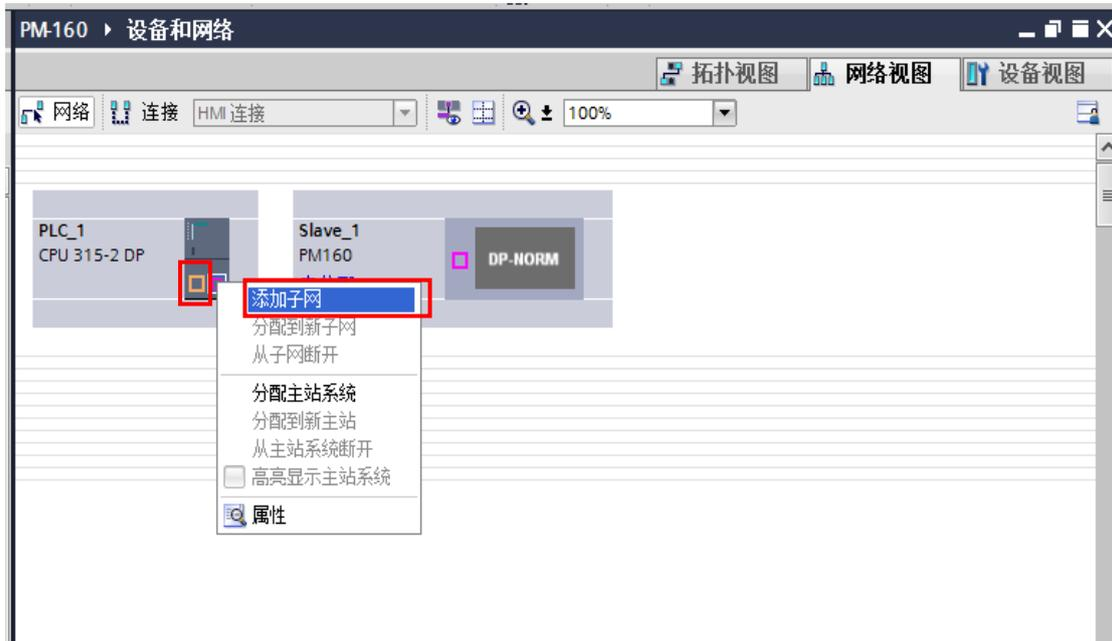
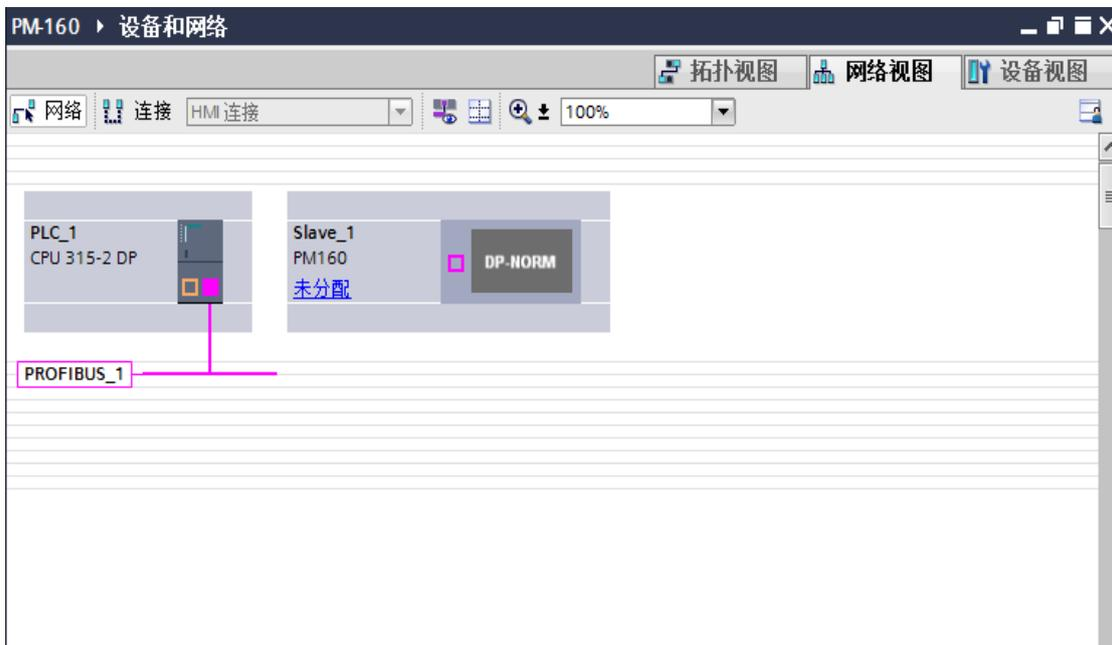
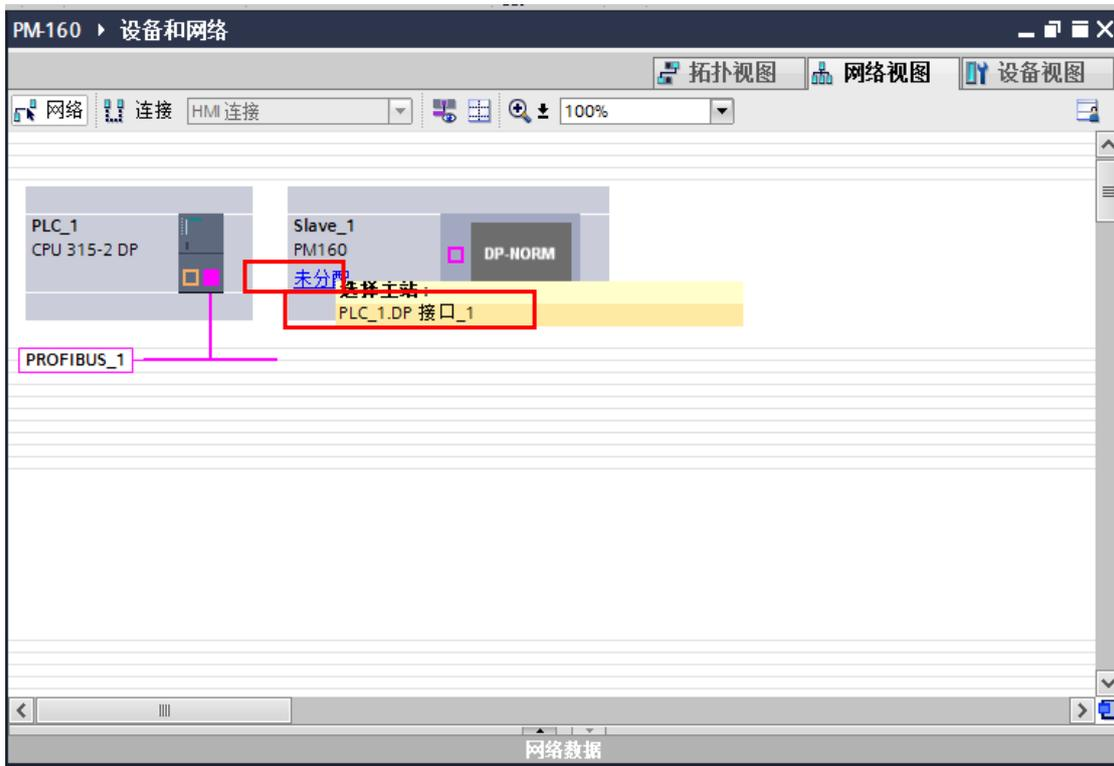

图 18 添加子网
图 19 添加 DP 总线
图 20 选择 DP 总线
3.4 PLC 和网关通过 DP 总线连接，右击 PLC 模块红色小方块，选择“添加子网”，如图 18 所示，选择后会出现“PROFIBUS-1” DP 总线，如图 19；再点击 Slave-1 从站模块上的“未分配”蓝色字体，出现“选择主站”窗口，点击“PLC-1 DP-1”，PLC 与从站建立连接，如图 20，21 所示：